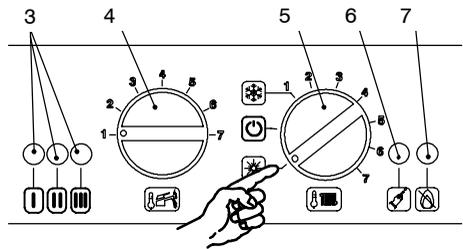
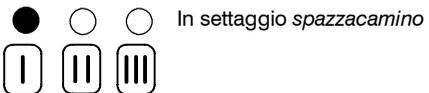

fig. 9.7
fig. 9.8
- 1 Alimentare elettricamente la caldaia azionando l'interruttore bipolare previsto nella installazione; la lampada di segnalazione 3 in fig. 9.7 lampeggia ogni 4 secondi.
- 2 Posizionare il selettore 5 come indicato in fig. 9.7; la lampada di segnalazione 3 lampeggia ad intermittenza circa ogni 2 secondi.
- 5 Tenere premuto il pulsante di ripristino 6 in fig. 9.7 per circa 10 secondi, la lampada di blocco 7 in fig. 9.7 inizierà a lampeggiare.
- 6 Per settare la funzione *spazzacamino* le spie di segnalazione 3 in fig. 9.7 devono essere visualizzate come in fig. 9.8 (leggenda spie fig. 9.5)
- 7 Ripremere il pulsante di ripristino 6 in fig. 9.7 per circa 5 secondi, la lampada di blocco 7 in fig. 9.7 si spegne, mentre le spie di segnalazione 3 in fig. 9.7 lampeggiano in maniera richiesta potenza riscaldamento fig. 9.9